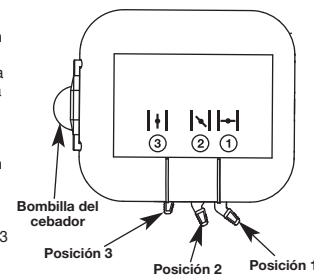

Fig. 12
4. Coloque la palanca del obturador en Posición 3 (Fig. 12).
6. Coloque la palanca del obturador en la Posición 2 (Fig. 12).
9. Coloque la palanca del obturador en la Posición 3 (Fig. 12). La unidad está lista para usar.